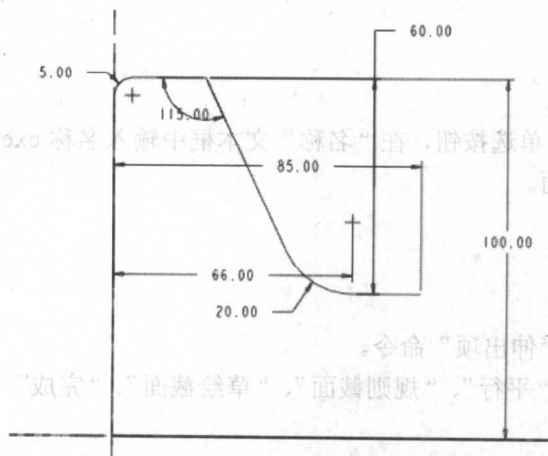

图 4-4
- (5) 绘制如图 4-4 所示的特征截面。
- (6) 单击草绘命令工具栏中的  按钮，单击模型对话框中的“确定”按钮，完成模型